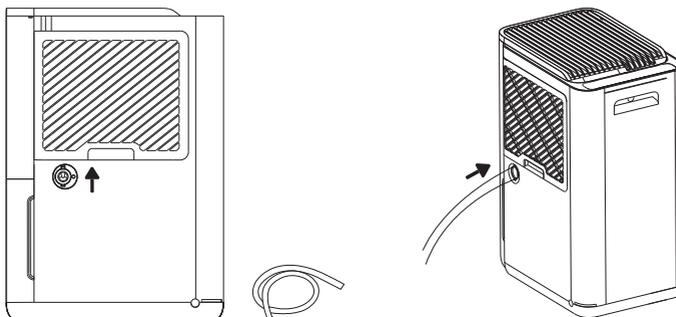

Рис. 4.
- B. **Непрерывный слив (Рис. 4).** Для слива конденсата подсоедините дренажный шланг к отверстию в верхней части бака и организуйте отвод воды в специальную емкость либо в канализационное отверстие.